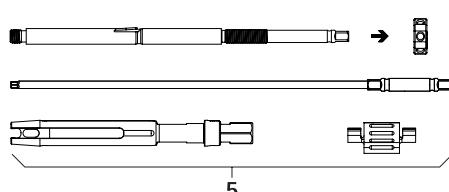

Afb. 2
- Demonteer de repositiehefboom 4, zie Afb. 2 Druk krachtig op knop A en verwijder schroevendraaier FW234R.